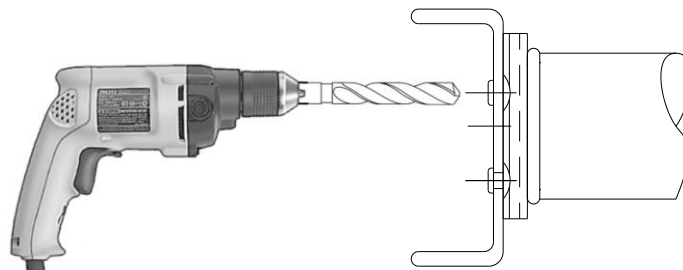

Fig B1-3
2. If your ladder is the plate connection style, drill the head of the rivets off using a drill and 3/16" drill bit (**Fig. B1-3**). Repeat this step for both sides of the rung, and finally remove it from the ladder.
2. Si su escalera es de peldaño remachado, taladre la cabeza de los remaches usando un taladro y una broca de 3/16" (**Fig. B1-3**). Repita este paso para ambos lados del peldaño, y finalmente remuévalo de la escalera.